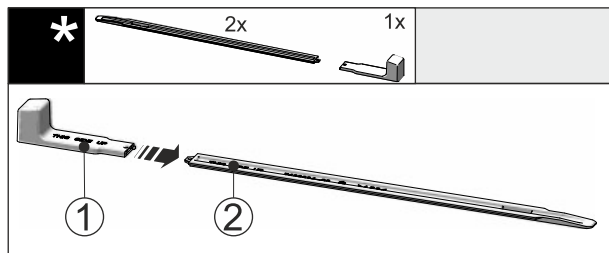

Fig. 45
- Montagegriff Fig. 45 (1) an die Nivellierschiene Fig. 45 (2) stecken.